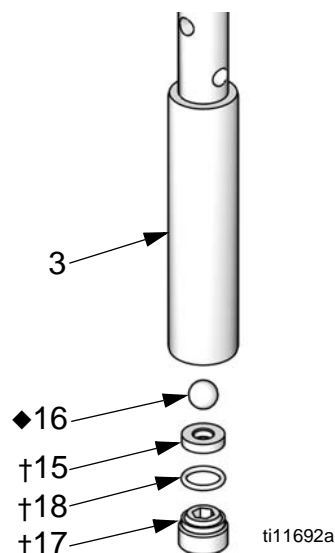

Fig. 5. Sostituire la sfera del pistone e la sua sede.
13. Rimuovere l'anello di tenuta (18†), la sede (15†) e la sfera (16◆). Vedere la FIG. 5.